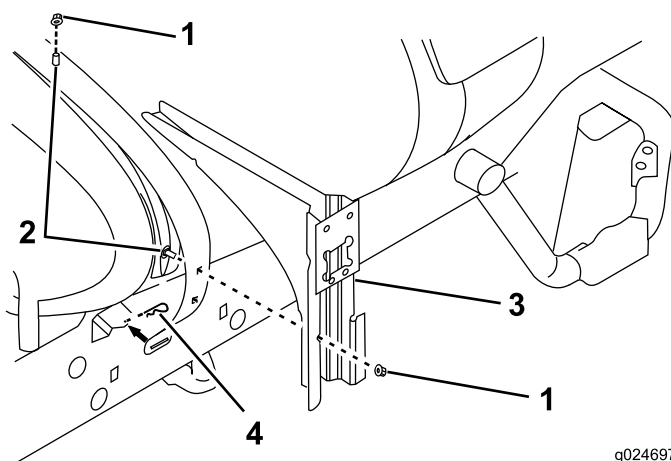

Figure 10
- Installez 2 boulons de carrosserie sur la sangle de réservoir droite (Figure 10).
4. Au moyen de 2 écrous à embase, fixez le support de vanne aux boulons de carrosserie montés précédemment (Figure 10).